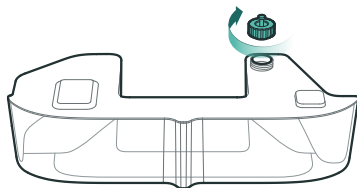

Рис. 24
5. Открутите его по часовой стрелке (см. рисунок 24);